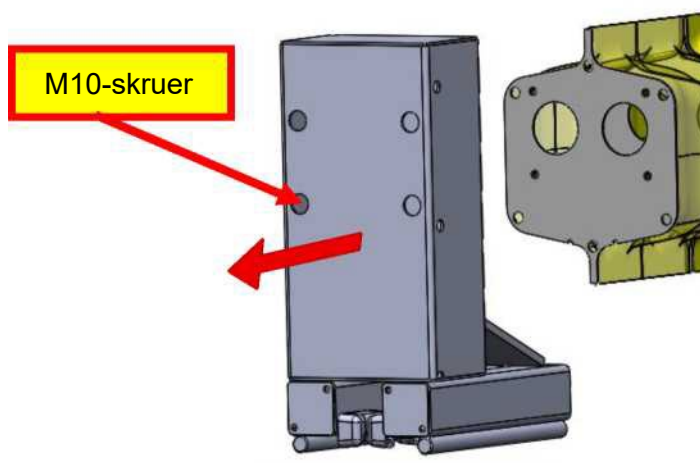

Fig. 23: Frontvogn
1. Ta av refleksklistremerket (hvis det finnes) og skru løs de fire M10-skrueene som forbinder vognen til den sammenpressbare bjelken (Fig. 23).
2. Skyv vognen fremover langs skinnen ved hjelp av håndteringsmaskinen og trekk ut komponenten (Fig. 23).